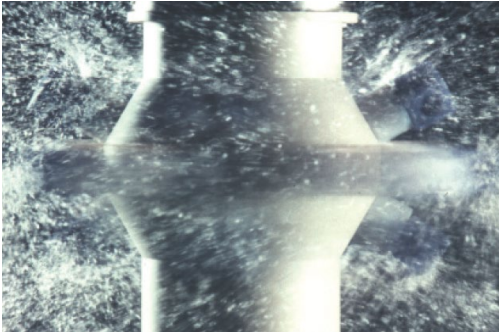

Abbildung 2: Das Sprühnebelsystem
Durch feinstes Zerstäuben über seine Sprühdüsen ❹ sorgt es für eine gleichmäßige Verteilung der Waschflüssigkeit im Absorptionsraum (Abbildung 2).